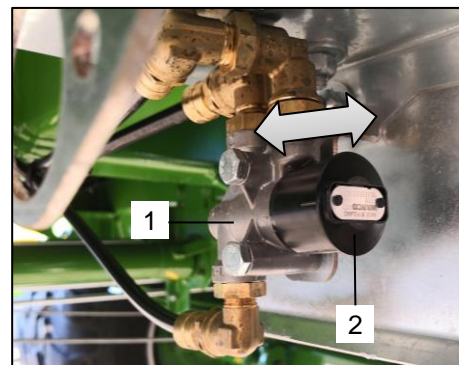

Bild 62: Lossningsventilens funktionssätt
- Tryck på den svarta knappen (Bild 62/position 2) på lossningsventilen (Bild 62/position 1) för att inaktivera tryckluftsbromsen.
- Dra ut den svarta knappen (Bild 62/position 2) på lossningsventilen (Bild 62/position 1) igen för att aktivera tryckluftsbromsen. Kopplas försörjningsledningarna för tryckluftsbromsen till med den svarta knappen (Bild 62/position 2) intryckt, skjuts den svarta knappen (Bild 62/position 2) på lossningsventilen (Bild 62/position 1) automatiskt tillbaka till utgångspositionen.